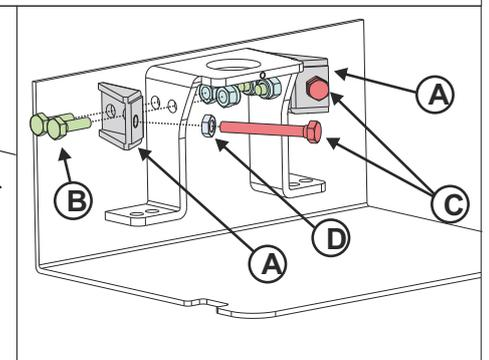

Fig. 39
**9.2.** Fixer les deux supports de butée «A» au caisson à l'aide des vis appropriées «B» et des boulons de fixation correspondants (Fig. 39)
**9.3.** Insérer les deux vis de butée «C» dans les logements spéciaux sur les supports de butée à l'aide des boulons appropriés «D», comme indiqué en Fig. 39